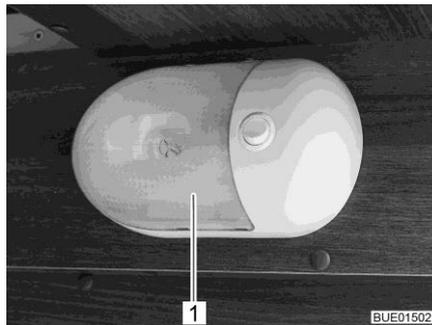

Fig. 298 Lámpara de montaje en superficie
- Comprimir la cubierta transparente (Fig. 298,1) con precaución de ambos lados, retirarla ligeramente del interruptor y quitarla hacia delante.